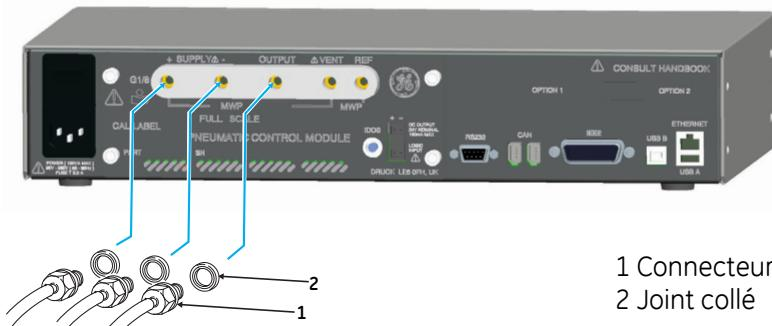

Figure 2-1 Raccords pneumatiques
- Le module de pression nominale plus élevée est monté à la position Module 1 de droite, vue de l'arrière du produit (cf. Fig 2-1).